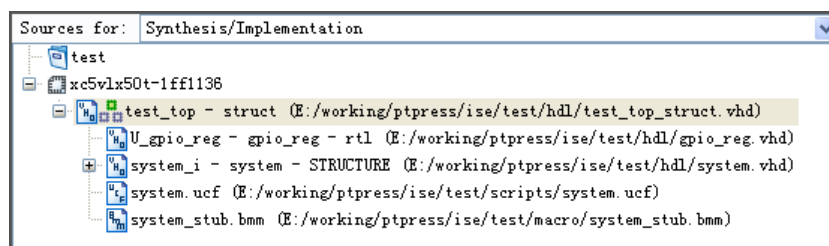

图 2.37 Project Navigator 中的测试平台顶层文件
(4) 设置好时钟后，单击【Finish】按钮完成，可以看到在 Project Navigator 中添加了测试平台的顶层文件，如图 2.37 所示。双击该文件，打开可以看到已经例化了需要仿真的模块，并且定义好了内部信号，只需要添加用户激励即可进行仿真。